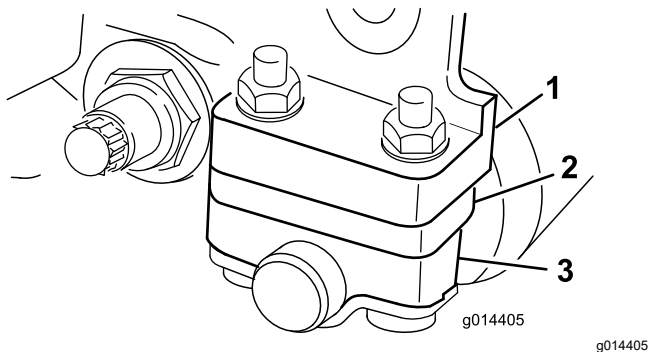

Bild 12
1. Stellen Sie die Halterungen der Heckrolle auf den gewünschten Schnitthöhenbereich ein; legen Sie die benötigte Anzahl von Distanzstücken unter den Montageflansch der Seitenplatte (Bild 12), siehe Auswahltabellen für Schnitthöhe und Untermesser (Seite 16).